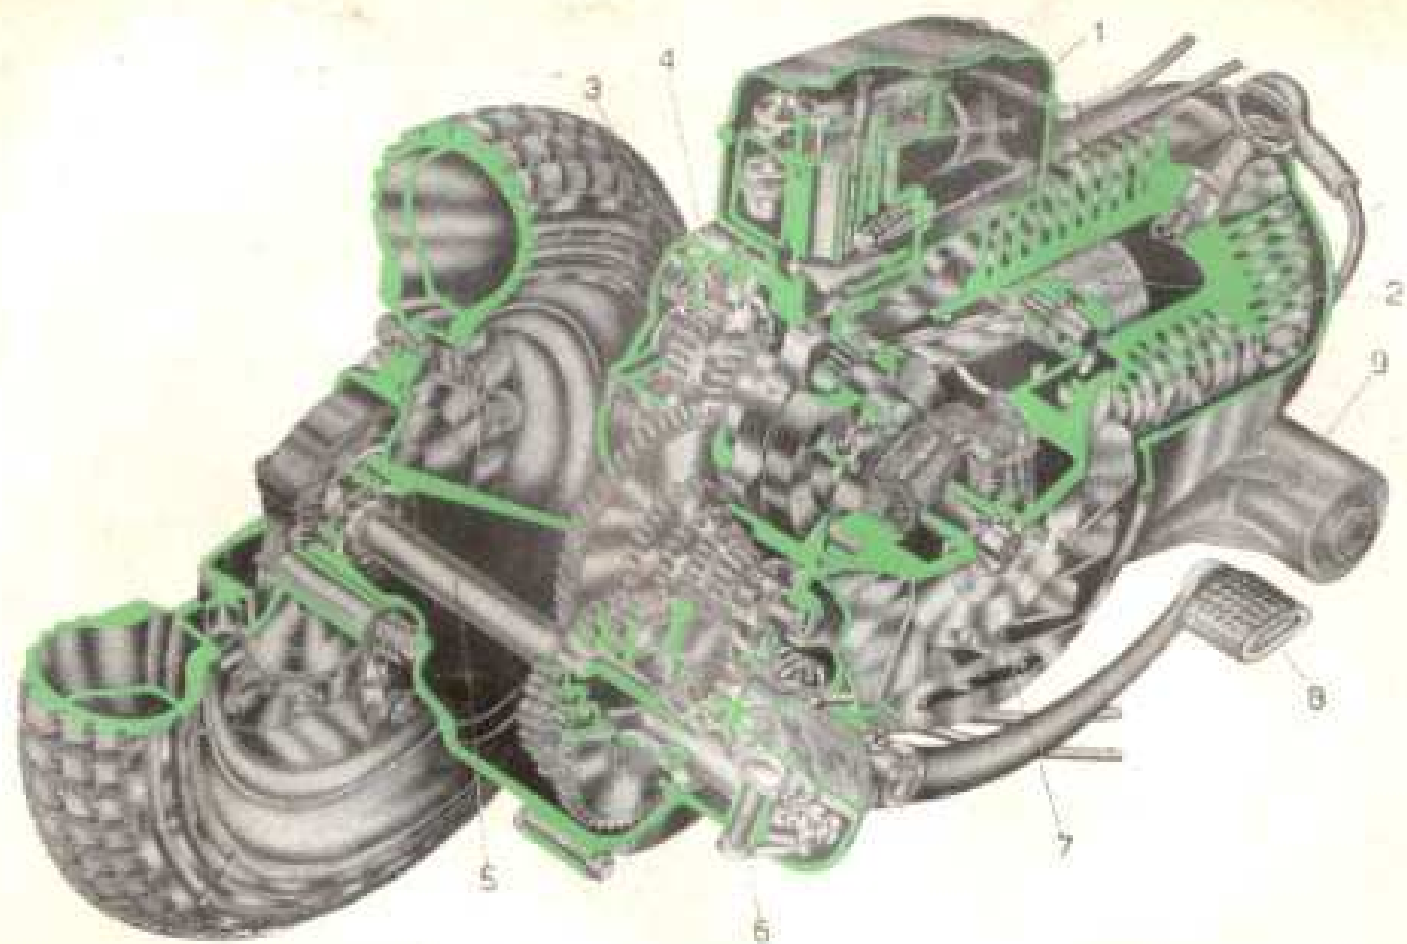

Fig. 5 - 5 del motore
**Trasmissione** (ved. fig. 5): il motore comanda direttamente la ruota posteriore attraverso frizione, ingranaggio elastico, ingranaggi del cambio.
**Frizione** (ved. fig. 5): a dischi multipli in acciaio con materiale frizionante incollato sui dischi conduttori.
**Avviamento** (ved. fig. 5): con leva a pedale applicata sulla destra della moto; agendo su detta leva si pone in rotazione, attraverso un settore dentato e ruota dentata di innesto, l'ingranaggio multiplo del cambio e quindi il motore.